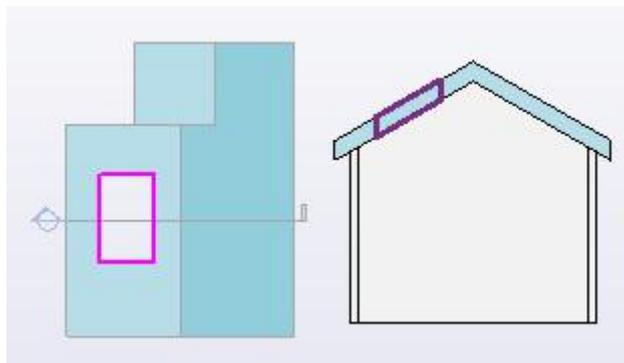

图 6-25 垂直洞口
• 单击“建筑”选项卡下“洞口”面板的“垂直洞口”命令，根据状态栏提示，绘制垂直洞口(图 6-25)。